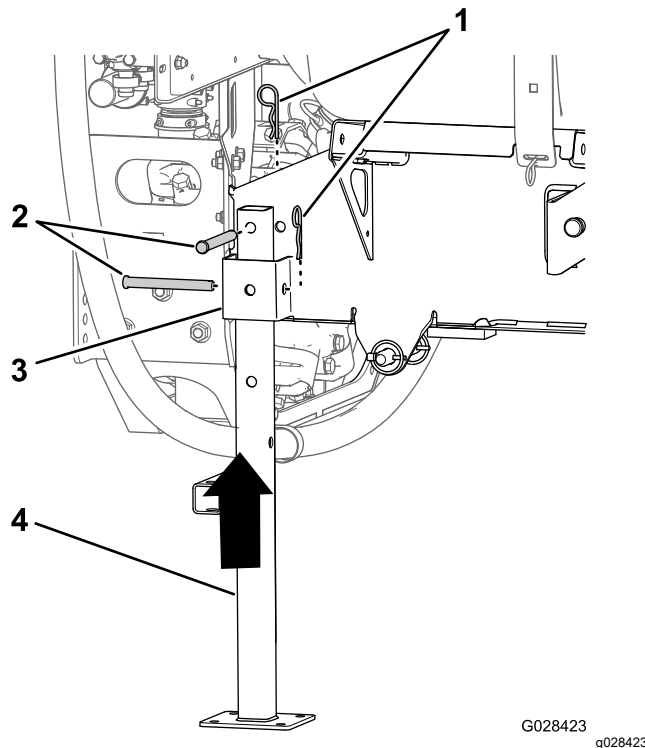

Figura 136
5. Aliniază suportul de cric posterior cu receptorul suportului de cric posterior (Figura 136).
6. Aliniază orificiul din partea de sus a suportului de cric cu orificiul din cadrul saniei rezervorului (Figura 136)
7. Fixai suportul de cric pe receptor și cadru cu 2 tifturi cu cap și gaură pentru cui spintecat ($\frac{1}{2} \times 4 \frac{1}{2}''$) și 2 tifturi în formă de agrafă ($\frac{5}{32} \times 2 \frac{5}{8}''$), așa cum este indicat în Figura 136.